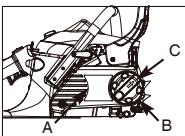

Fig. 3B
- Desserrez légèrement le bouton (C) en le tournant dans le sens contraire des aiguilles d'une montre, puis tournez la bague de tension de la chaîne (B) dans le sens contraire des aiguilles d'une montre pour relâcher la tension de la chaîne. (Fig. 3B)
- Pour retirer le couvercle du pignon (A), tournez le bouton (B) dans le sens contraire des aiguilles d'une montre. (Fig. 3B)